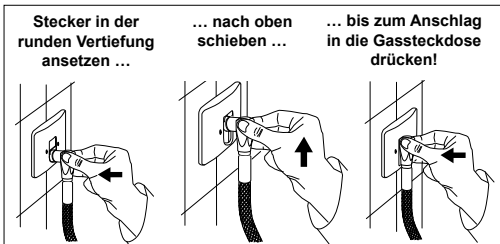

Abbildung 1: Bedienung der Gassteckdose PLUG1 (Darstellung der Unterputzausführung)
- Die PLUG1 ist vor mechanischen Einwirkungen zu schützen. Die Bedienung muss entsprechend Abbildung 1 gewaltfrei erfolgen.